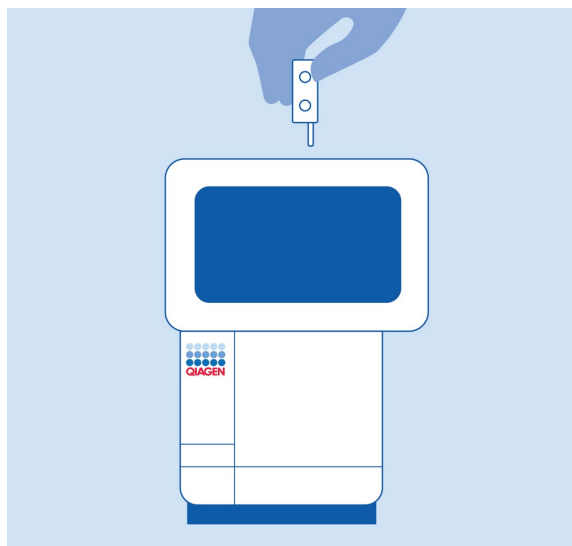

Figura 14. Inserindo o QIAstat-Dx ME Panel Cartridge no QIAstat-Dx Analyzer 1.0 ou no QIAstat-Dx Analyzer 2.0.
6. Certifique-se sempre de que as tampas de amostra da porta de swab e da porta principal do QIAstat-Dx ME Panel Cartridge estejam firmemente fechadas. Quando a porta de entrada de cartuchos na parte superior do QIAstat-Dx Analyzer 1.0 ou do QIAstat-Dx Analyzer 2.0 abrir automaticamente, insira o QIAstat-Dx ME Panel Cartridge com o código de barras voltado para a esquerda e as câmaras de reação voltadas para baixo (Figura 14).